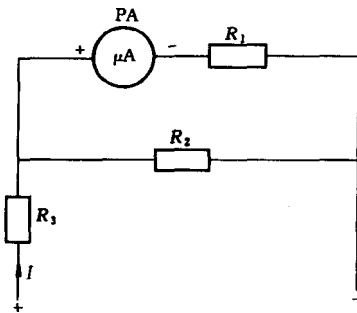

图 1-12 直流电压的测量
2) 直流电压的测量。直流电压的测量如图 1-12 所示, 直流电压测量原理电路, 除前面介绍的分流电路外, 还串联上一个阻值很大的串联电阻  $R_3$ 。当万用表测量一个直流电压时,  $R_3$  流入万用表的电流  $I$  很小, 并使降落在  $R_3$  上的电压按比例占有外电压  $U$  很大一部分 (因  $R_3$  称为分压电阻), 电流  $I$  再经分流后流入表头 PA, 根据表针偏转的角度, 就可推算出外电压  $U$  的数值。当然, 实际电流、电压的数值在万用表的盘面上已有适当的刻度, 可直接读出, 或乘一个简单的倍率即可。